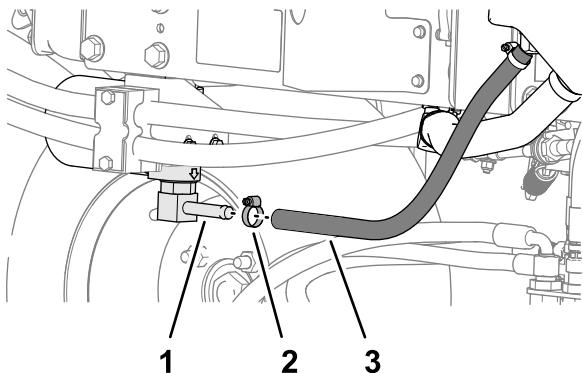
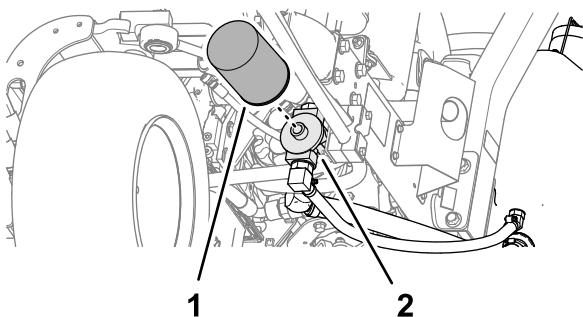

图 89
图 90
2. 断开液压软管图 89 或卸掉液压油过滤器图 90 让液压油排放到放油盘中。